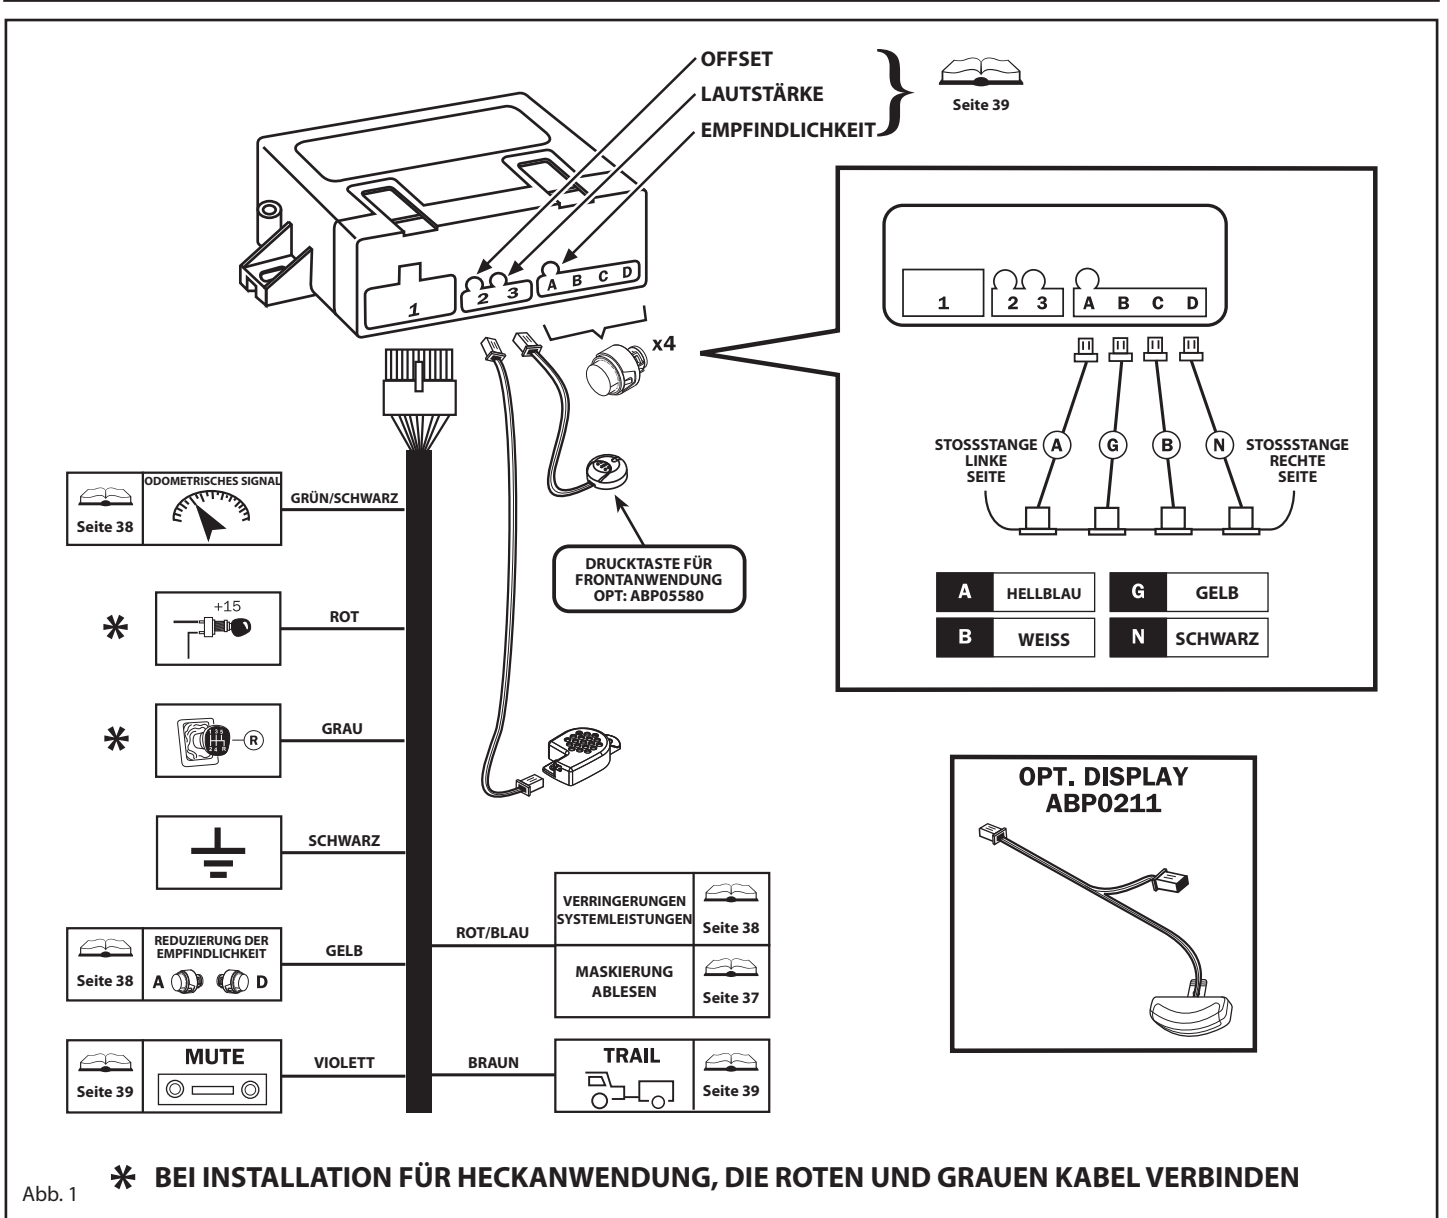

Abb. 1
1. Den Verbinder der DRUCKTASTE/LED (falls vorhanden) vom vorderen Steuergehäuse Position 3 (Schaltplan Seite 33 - Abb.1) abklemmen.